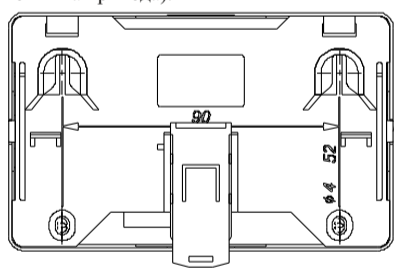

Рисунок 5
- при установке на стену (Рисунок 5):